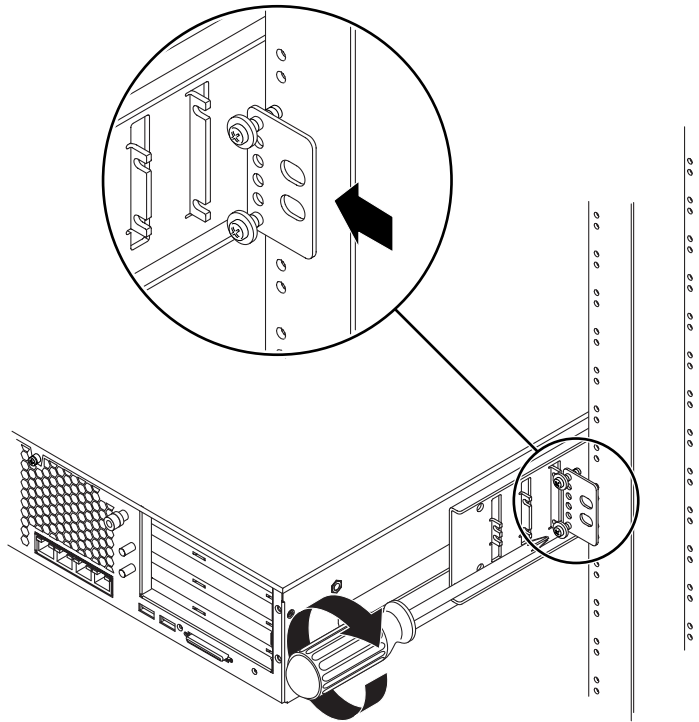

FIGURE 3-34 Installation de la plaque arrière sur le support latéral
- b. Faites glisser la plaque arrière de manière à ce que les vis pénètrent dans l'un des jeux d'œillets en veillant à ce que les têtes des vis fassent face à l'arrière du serveur et à ce que l'autre face de la plaque arrière se trouve devant la colonne de l'armoire (FIGURE 3-34).
- c. Resserrez les vis de manière à fixer la plaque arrière dans le jeu d'œillets situé sur le support latéral (FIGURE 3-34).